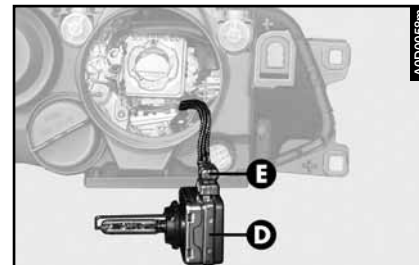

fig. 28
- sacar la lámpara (D- fig. 28) y desenchufar el conector (E) colocado a presión.